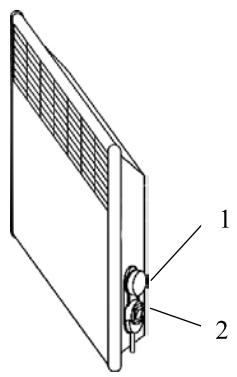

Рис. 6 Розміщення органів керування конвекторів IP20
4.8 Переведіть клавішу вимикача (claveishi stupinchastogo reguljatora potujnosti) у відключене положення «0», ручку терmostata встановіть в положення «***» (сполучіть знак «***» на ручці з міткою на корпусі конвектора або блоку керування). Конвектор готовий до роботи (розташування органів керування конвектором наведене на рис. 6, 7).
Включати й експлуатувати конвектор дозволяється тільки в положенні, вказаному на рис.5, рис.6 (повітрязабірною решіткою вниз). При першому включенні конвектора можливий запах від випаровування консерваційних матеріалів. Рекомендується провітрити приміщення.